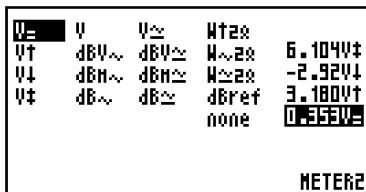

Fig 28
4. Druk op de **UP** of **DOWN**-toetsen om te bepalen welke parameter *METER 2* zal meten. (Fig 28).
4. Pressez **UP** ou **DOWN** pour déterminer le paramètre que mesurera **METER 2**. (**Fig 28**).
4. Drücken Sie die **UP** oder **DOWN**-Tasten um den Parameter, den **METER 2** messen wird, zu bestimmen. (**Fig 28**).